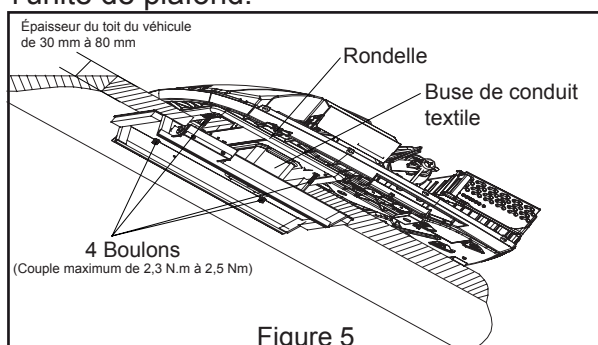
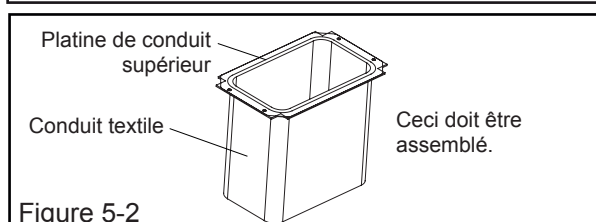

Figure 5
Figure 5-2
3. Avant de pouvoir monter l'unité de plafond au climatiseur de toit, la buse du conduit textile doit être serrée au plateau du climatiseur à l'aide de 4 vis à la base du conduit (voir Figure 5-2, Figure 6-1, Figure 5).
(voir Figure 5). Commencer à serrer les boulons manuellement pour éviter toute déformation des filets de vis. **NE PAS COMMENCER À SERRER LES BOULONS DE MONTAGE À L'AIDE D'UN PISTOLET PNEUMATIQUE.** Les boulons de montage doivent être serrés, l'opération est terminée lorsque les rondelles du plateau sont comprimées de manière homogène.